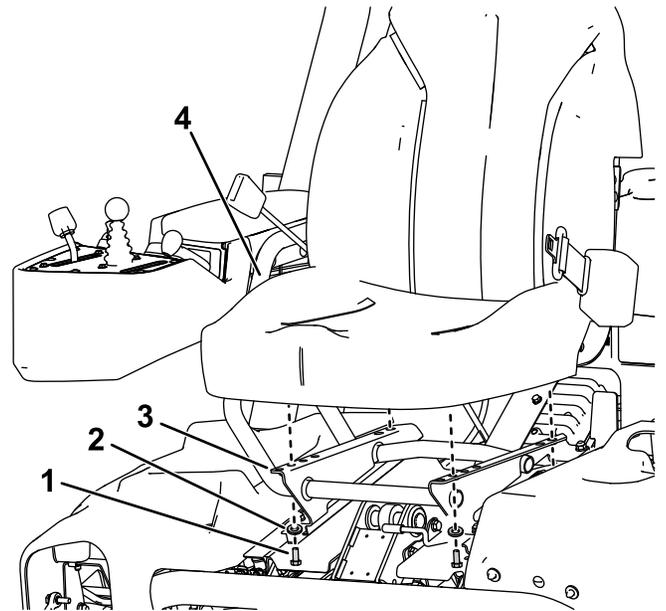

图 4
3. 使用之前拆下的 4 个螺栓和垫圈将座椅固定到座椅底座上如图 4。